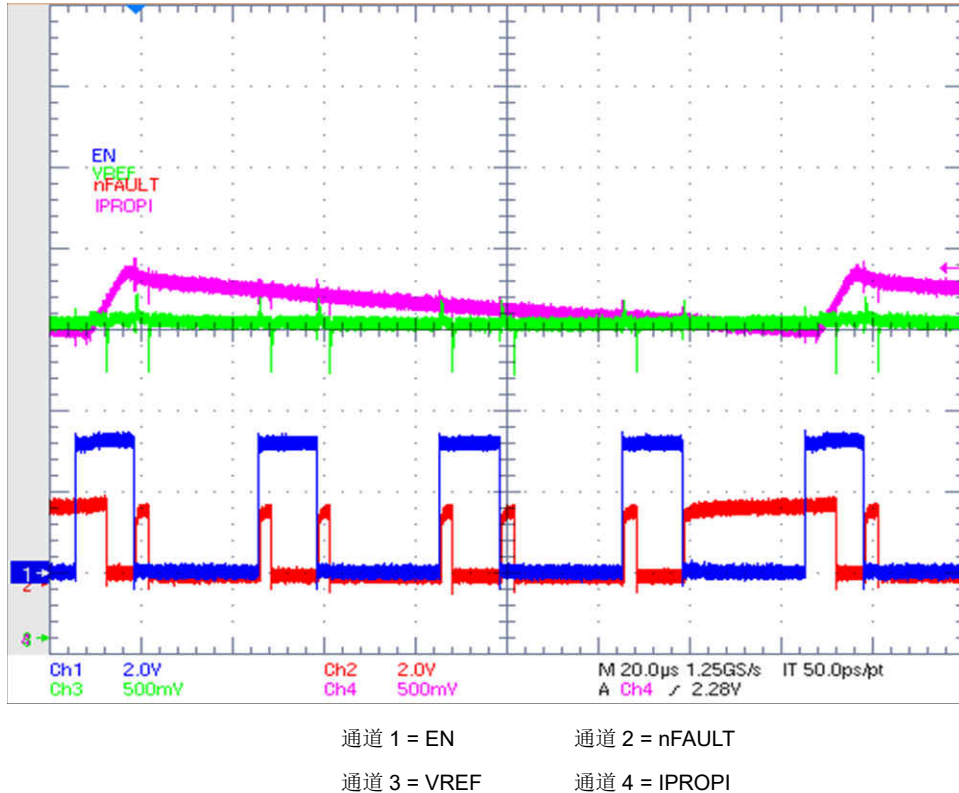

图 7-6. 当  $V_{IPROPI} > V_{VREF}$  以及 EN 引脚处于 PH/EN 模式且具有 PWM 信号时的 nFAULT 引脚
- 当控制输入从驱动转换为慢速衰减时，nFAULT 引脚将在  $t_{BLK}$  时变为高电平，然后在  $I_{OUT} > I_{TRIP}$  时再次下拉为低电平。这可能是由于控制输入上的 PWM 频率或占空比的关断时间太短，导致  $I_{OUT}$  无法在低于  $I_{TRIP}$  阈值时发生衰减。图 7-6 展示了这种情况的示例。可以在示波器上将条件  $I_{OUT} > I_{TRIP}$  作为  $V_{IPROPI} > V_{REF}$  进行查看。